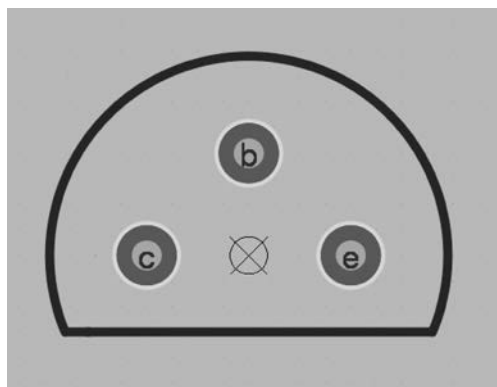

图 5-42 绘制一条弧线
(9) 绘制一条弧线。单击菜单栏中的“放置”→“圆弧(中心)”命令,光标变为十字形状,将光标移至坐标原点,单击确定弧线的圆心,然后将光标移至直线的任意一个端点,单击确定圆弧的直径。再在直线两个端点单击确定该弧线,结果如图 5-42 所示。单击鼠标右键或者按 Esc 键退出该操作。